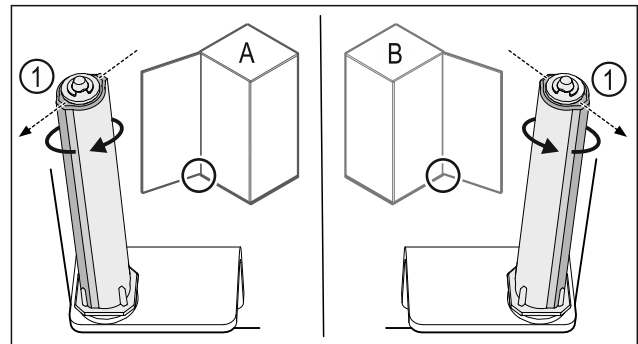

Fig. 57 Butée à gauche (A) / butée à droite (B)
- Tourner le système de fermeture contre la résistance jusqu'à ce que son arête Fig. 57 (1) pointe vers l'extérieur.